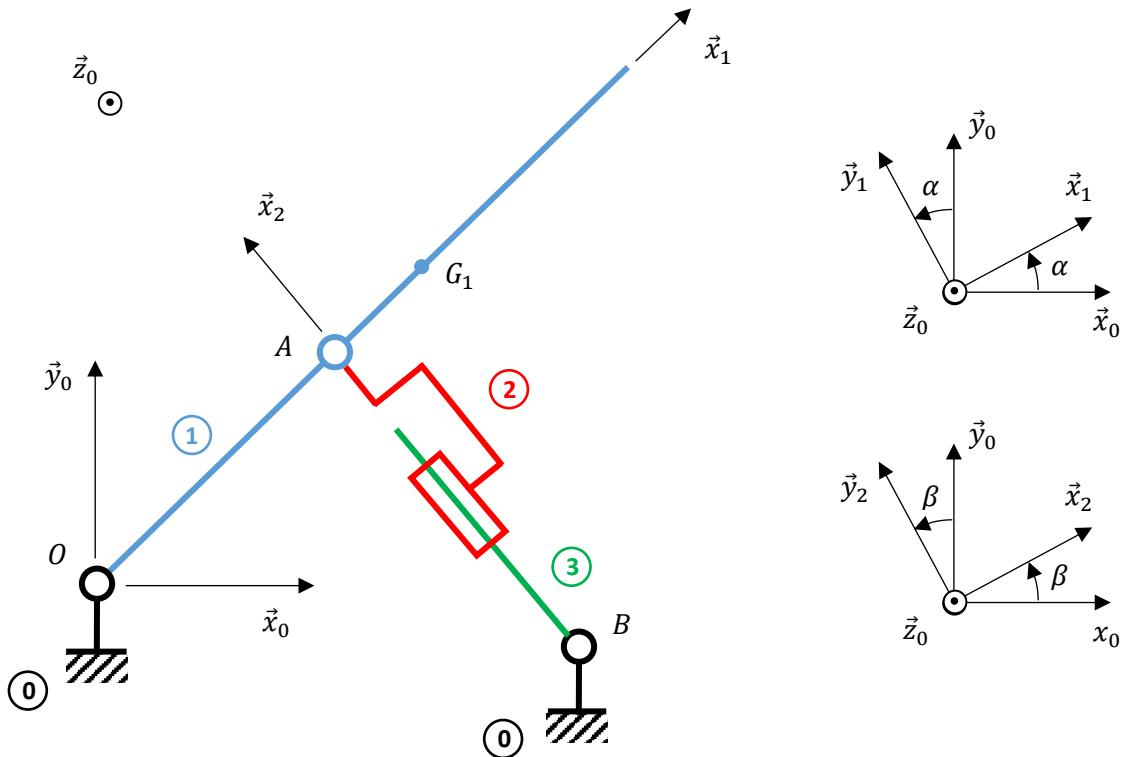

Figure 3 – Modèle retenu pour l'étude
La figure 3 donne le modèle cinématique retenu pour déterminer l'effort que devra développer le vérin.
1.1 Tracer le graphe d'isolement correspondant à la Figure 3.